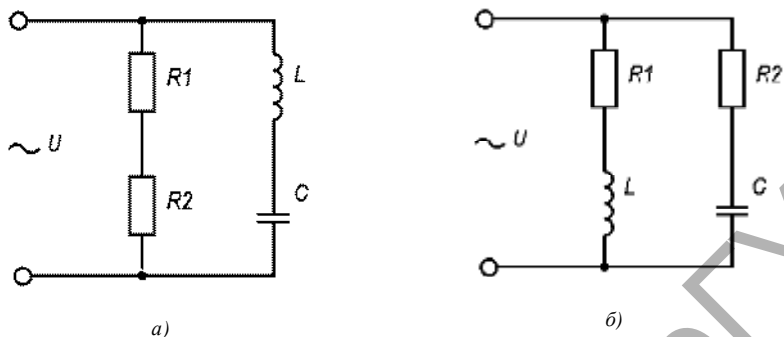

Рисунок 2.10
**Задача 2.7.** Определить токи на всех участках цепи (рис. 2.10), углы сдвига фаз этих токов относительно напряжения, полную  $S$ , активную  $P$  и реактивную  $Q$  мощности цепи, а также частоту, при которой наступит резонанс токов. Построить векторную диаграмму напряжения и токов, используя исходные данные таблицы 2.7.